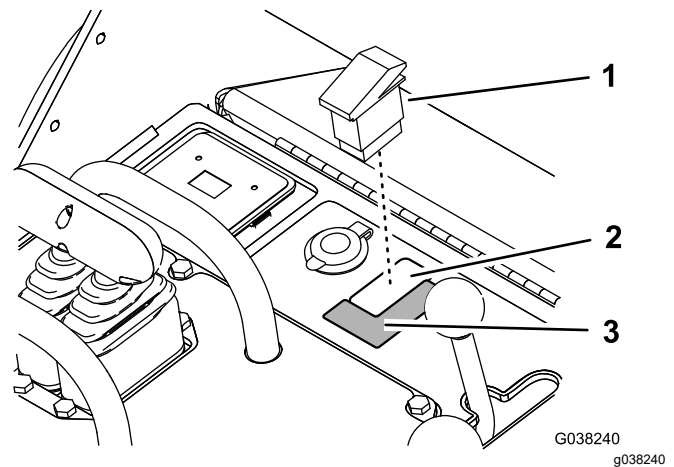

Bild 28
2. Wenn der Aufkleber auf dem Armaturenbrett nicht die Symbole „Hase“ und „Schildkröte“ neben dem Schalter enthält, bringen Sie den Aufkleber vom Kit an (Bild 28).
1. Entfernen Sie die Blende vom Armaturenbrett und setzen Sie den Schalter ein (Bild 28).